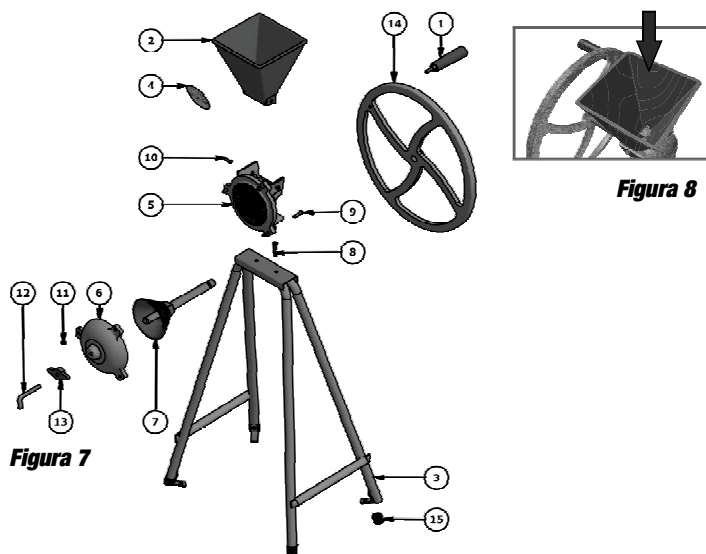

Figura 8
-Abasteça o caixote (2) com grãos de milho seco a ser triturados e gire o cabo (1) para tritura-los conforme figura 8.